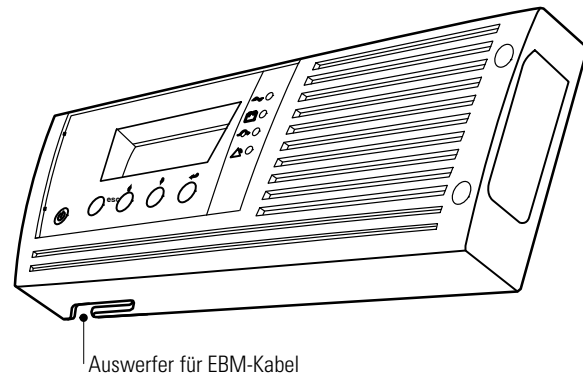

Abbildung 11. Entfernen des EBM Kabelauswurfs
1. Entfernen Sie den Kabelauswurf an der Unterseite der rechten Frontblende der USV (siehe Abbildung 11).